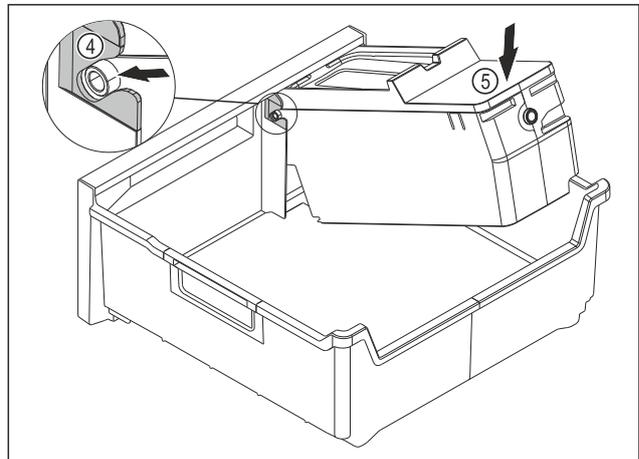

Fig. 100
- ▶ Montar el cuerpo del EasyTwist-Ice: Introducir los ejes del cuerpo del EasyTwist-Ice en las guías Fig. 100 (4).
- ▶ Presionar el cuerpo del EasyTwist-Ice Fig. 100 (5) hacia abajo por detrás.